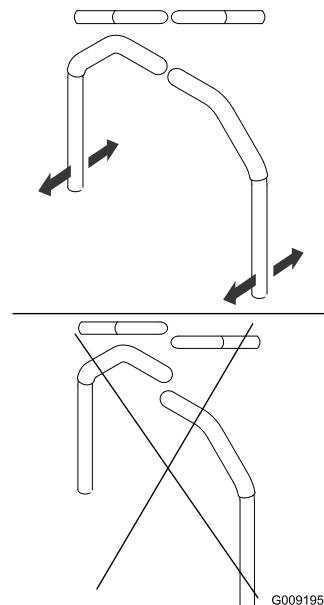

Figure 85
4. Réglez l'alignement avant/arrière des leviers en les plaçant tous deux à la position POINT MORT, puis faites-les coulisser jusqu'à ce qu'ils soient alignés, et serrez les boulons (Figure 85).